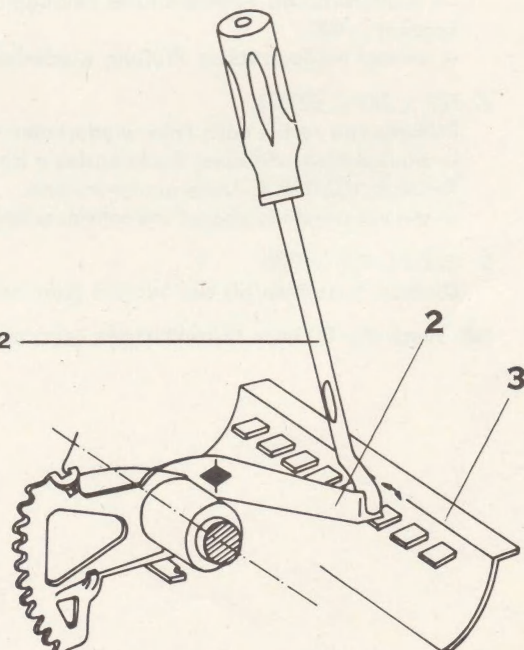

FIG. 4
3. Darauf wird die Stellung der Fühlerspitzen in der Mitte auf der Wagen 0-Platte untersucht. Eventuelle Justierung erfolgt mit dem Justierschlüssel E5-23/R2 (siehe Fig. 4).